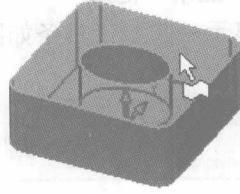

图 1-17
③【局部渐变】: 所选择的曲面以阴影方式显示, 如图 1-17 所示。